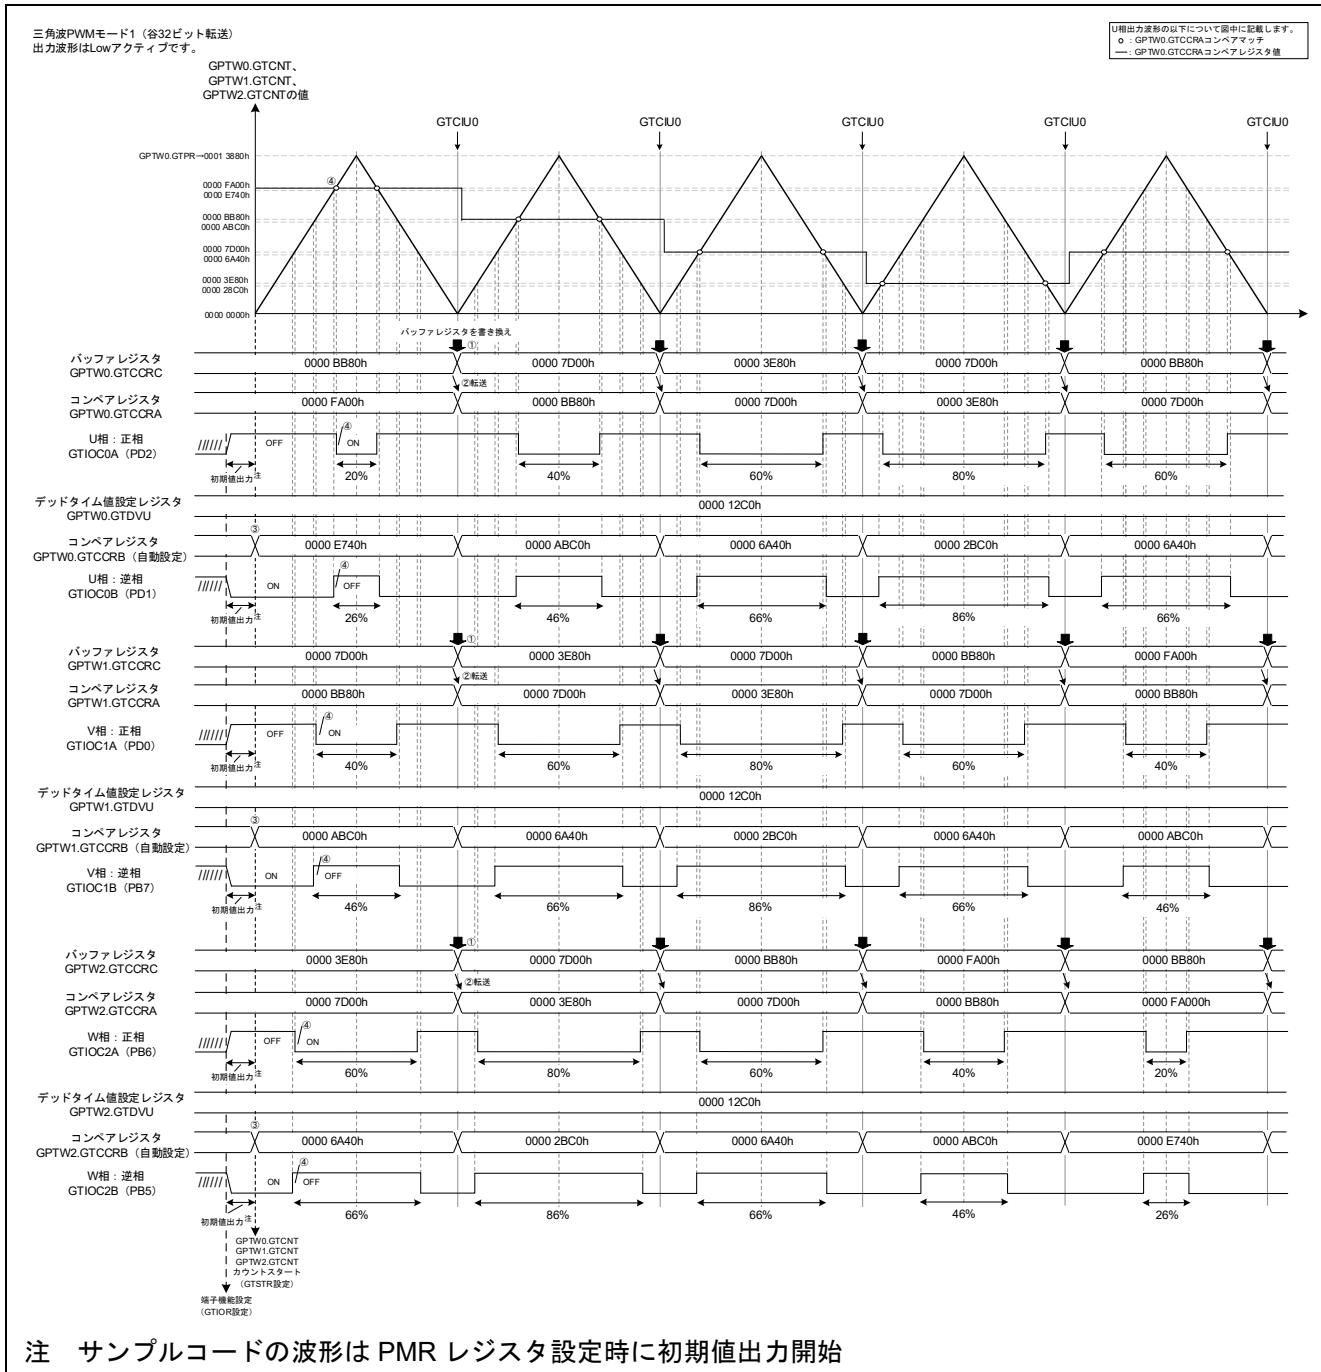

図 4-42 サンプルコードの動作
- デューティの変更タイミングの詳細は図 4-42 を参照
本サンプルコードの動作を図 4-42 に示します。周期ごとにデューティの設定を変更するため、GTCNT カウンタのアンダフロー割り込み (GTCIU0) で、バッファレジスタ GTCCRC の値を書き換えます (図 4-42 ①)。
本サンプルコードは谷で転送を行う三角波 PWM モード 1 を使用しているため、GTCNT カウンタのアンダフロー発生時にバッファレジスタの値をコンペアマッチレジスタ GTCCRA へ転送することにより、データを更新しています (図 4-42 ②)。
また、デッドタイム自動設定を使用しているため、GTCCR B レジスタ値は GTCCRA の更新に応じて自動的に設定されます。GTDV U と GTDVD には同じ値を設定しています。本サンプルコードはカウント開始時に GTCCR B 値が自動設定されます (図 4-42 ③)。
カウント開始後、コンペアレジスタとカウンタレジスタとのコンペアマッチが発生し、逆相出力が OFF、その後、正相出力が ON になります (図 4-42 ④)。
また、デッドタイム期間は、図 4-42 の動作と同じ期間を一定に確保します。